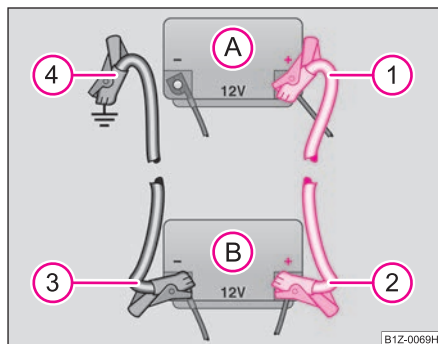

Fig. 163 Executarea pornirii cu ajutorul bateriei altui autovehicul: A - bateria descărcată, B -bateria furnizoare de curent
- Prindeți un capăt la polul plus ① ⇒ fig. 163 al bateriei descărcate (A).
- Prindeți celălalt capăt la polul plus ② al bateriei care furnizează curent (B).